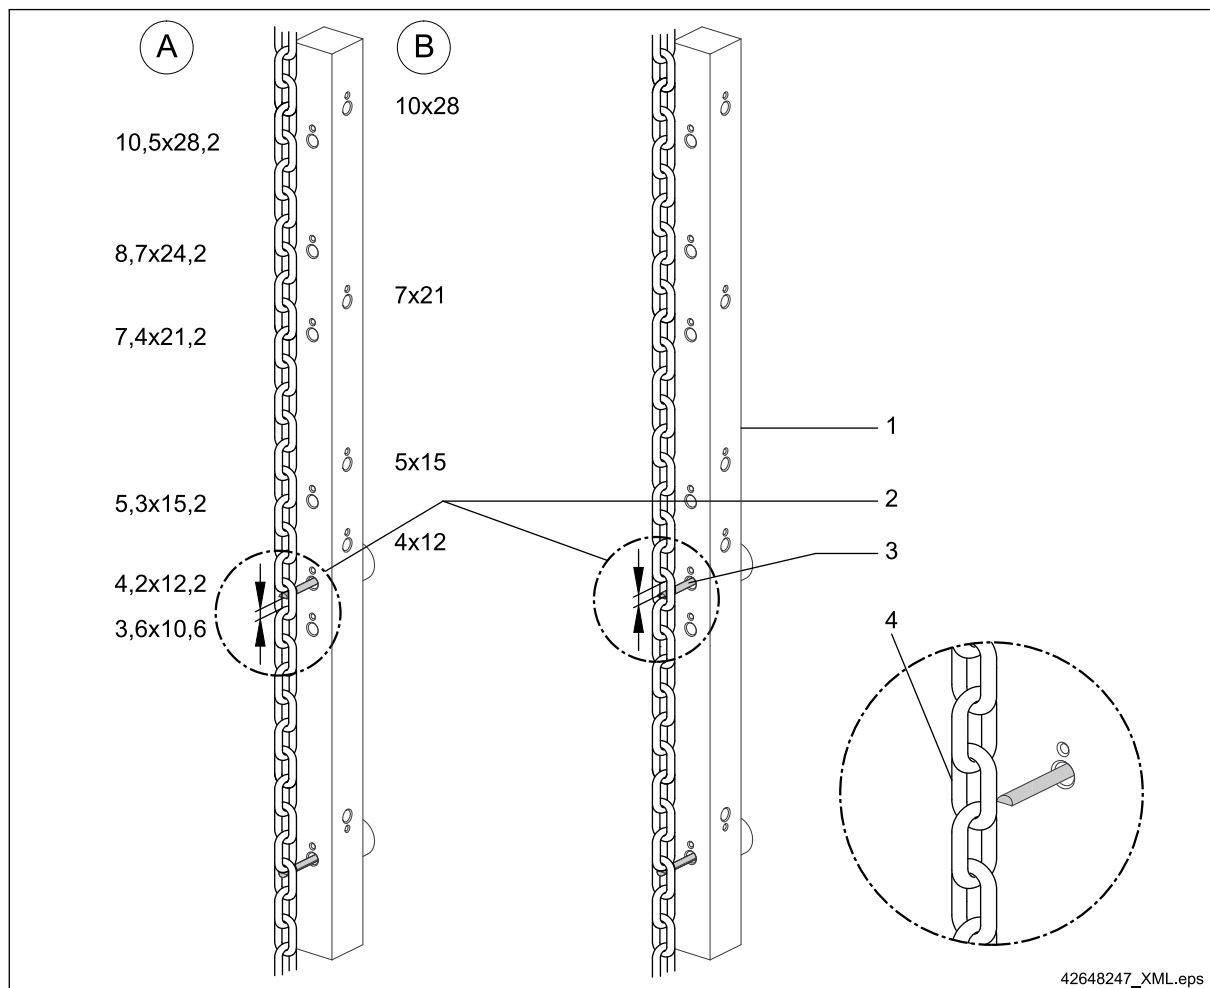

Abb. 62
- über 11 Kettenglieder \Rightarrow Abb. 62, Seite 88.